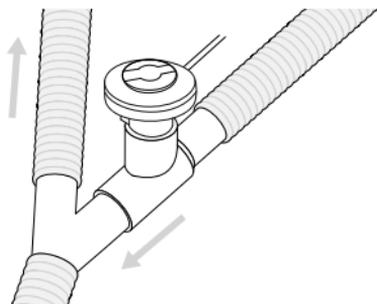

Figura 6. Ligação do Aerogen Pro a um circuito respiratório para adultos
1. Nos circuitos respiratórios para adultos, ligue o nebulizador com a peça em T (adultos) ao elemento inspiratório do circuito respiratório, antes do conector em Y do paciente (Figura 6).
Nota: a Figura 6 apresenta apenas a configuração para adultos